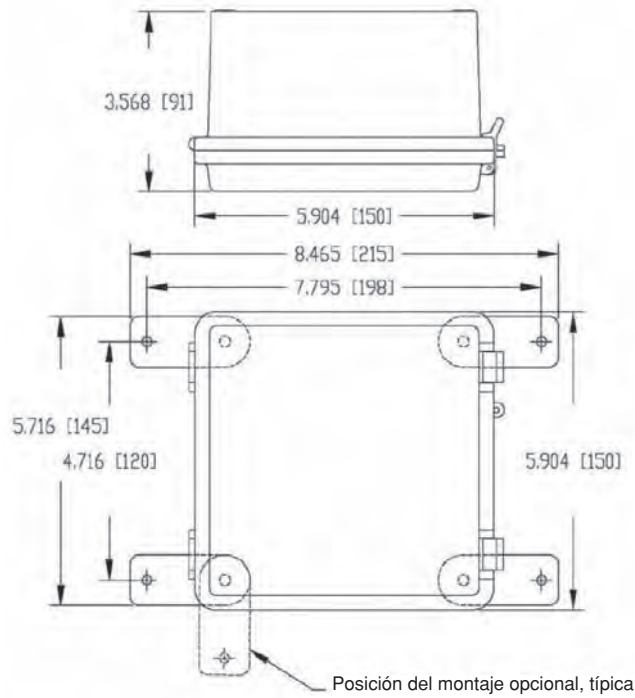

Figura 2: Dimensiones de la Caja de Plástico
2. En la Figura 2 se muestran las cajas de plástico NEMA 4X.